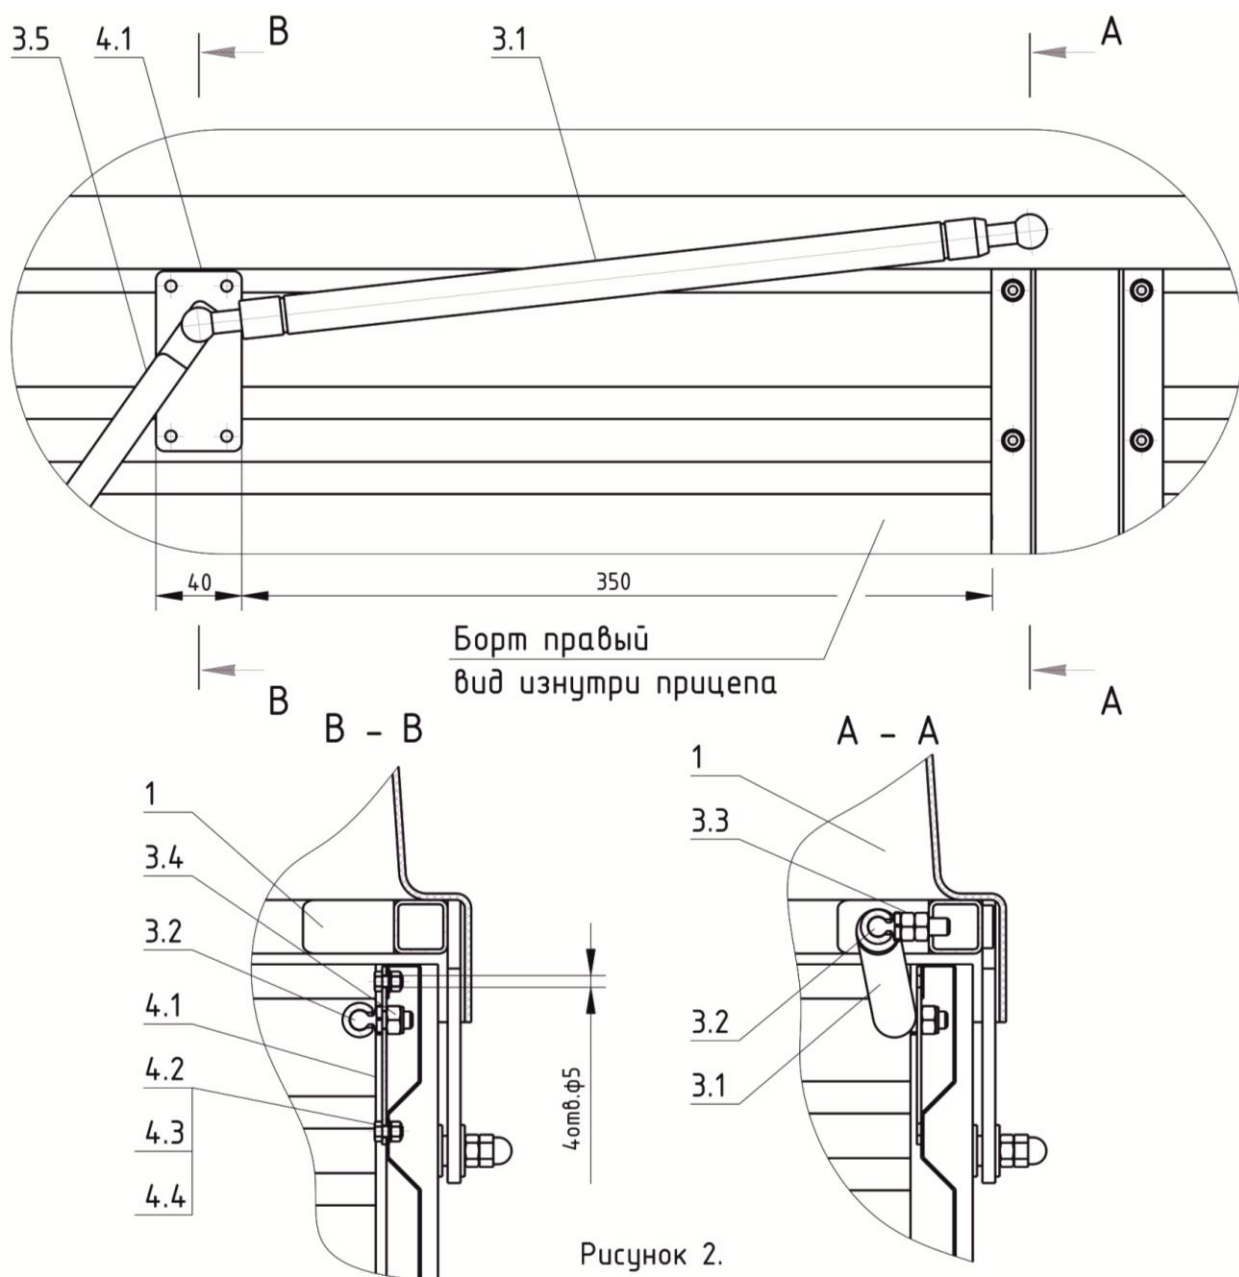

Рисунок 2.
10. В закрытом состоянии крышки разметить отверстие Б в левом и правом борту прицепа на расстоянии 355мм от оси вращения шарнира и 8мм от верхнего края борта, как показано на рис. 2б.
11. Просверлить отверстия, Ø9мм. Прикрутить нижние шаровые шарниры 3.2 (рис. 2б сечение В-В).
14. Установить стопоры газовых упоров 3.5 (рис. 2б). Установить газовые упоры 3.1 штоком вниз.